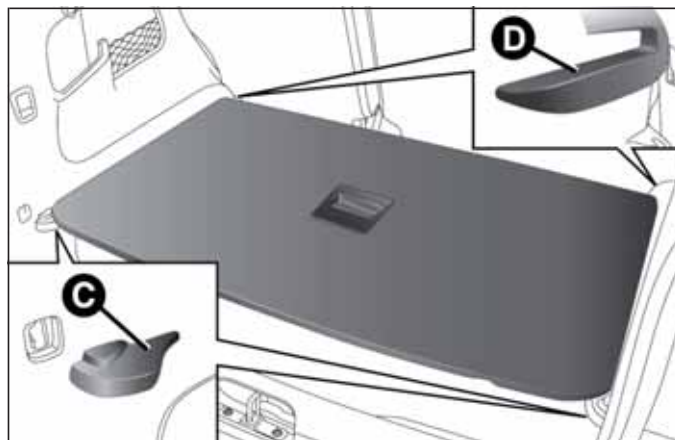

fig. 95
- ☐ colocar correctamente la plataforma B en los alojamientos correspondientes C y D fig. 95 presentes en los laterales.